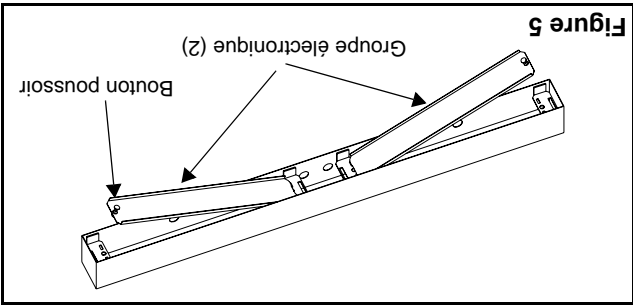

Figure 5
11. Put back in place the chassis assemblies into the back box by hinging the plates into the pivot holes and move the plates to the closed position. Push the plungers into the hold down grommets (see fig. 5).
11. Mettre en place les groupes électroniques dans le boîtier en insérant les languettes situées au bout de la plaque dans les fentes rectangulaires du boîtier. Enfoncer les boutons poussoirs dans les œillets de retenues (voir fig. 5).